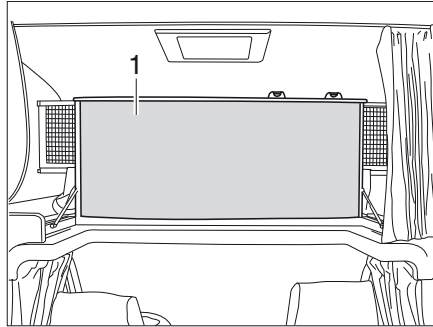

Bild 156 Alkovsäng, uppfälld
- Fäll upp alkovsängen (Bild 156,1) framtill. Alkovsängen hålls uppe av gasfjädrar.